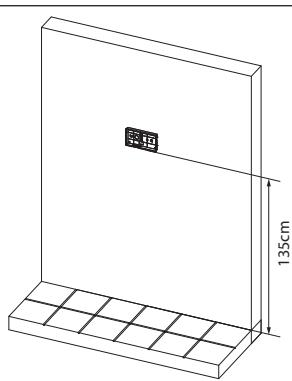
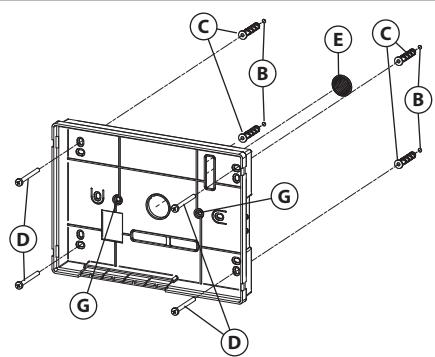

Fig. 3
Fig. 4
- Poser la base de l'interphone vidéo sur le mur à une hauteur de 135 cm environ (**Fig. 3**) du plancher fini et prendre les références pour les trous de fixation (B) (**Fig. 4**), en considérant que les conducteurs (E) (**Fig. 4**) doivent passer à travers l'ouverture (F) (**Fig. 4**). Si le boîtier encastrable 503 est utilisé pour la sortie murale des conducteurs, le murer en position verticale en laissant environ 140 cm entre la base et le plancher fini.
- En consultant la **Fig. 4**, réaliser les trous (B), y insérer les chevilles à expansion (C) et fixer la base de l'interphone vidéo au mur à l'aide des vis (D) en prenant soin de passer les conducteurs (E) à travers la fente (F). Si le boîtier encastrable 503 a été utilisé, fixer la base sur le mur par les trous (G) (lentement avec les languettes de fixation du 503) en utilisant les vis (D).